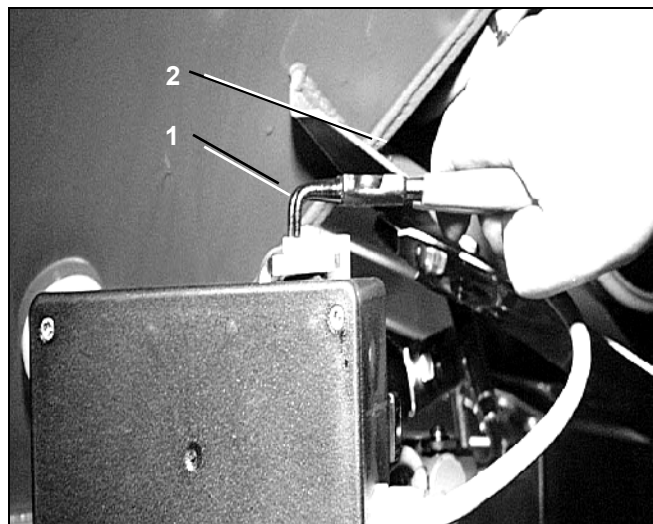

Fig. 86
- Retirar ambos os cliques de segurança (Fig. 86/1) com o alicate de protecção (Fig. 86/2).